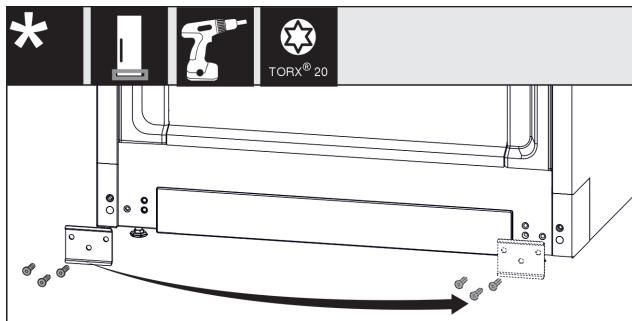

Fig. 13
- Lironi vidat e llamarinës, kthejeni atë në anën tjetër dhe mbërthejeni sërisht me vida. Fig. 13 (1)